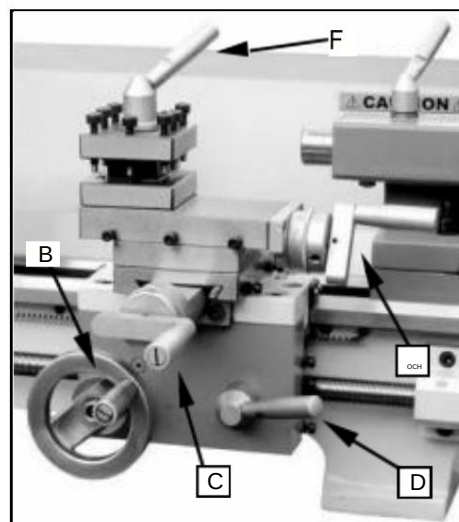

Fig. 11
5. Longitudl Traverse Handwheel (B, Fig. 11)
6. Cross Traverse Spak (C, Fig. 11)
7 . Halvmuttersspak (D, Fig. 11)
8 . Förflyttningsspak för sammansatt vila (E, Fig. 11)
9. Verktygsspak för Clamping (F, Fig. 11)